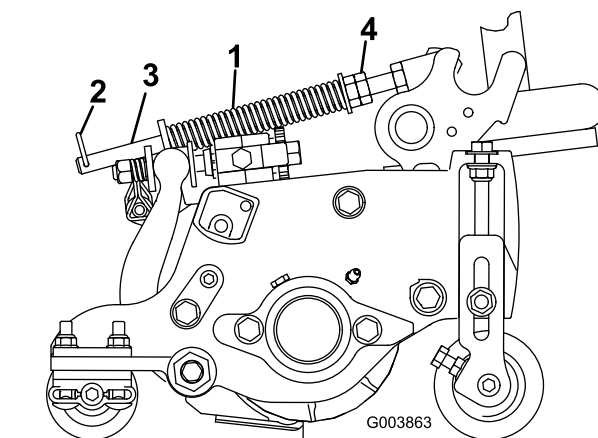

图13
1. 确保发卡销安装在弹簧杆的后孔内（图13）。
2. 拧紧弹簧杆前端的六角螺母，直至压缩后的弹簧长度为 127mm（图13）。